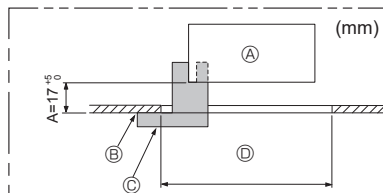

Fig. 3-7
- Βεβαιωθείτε ότι το βήμα Α εκτελείται μέσα στα όρια των 17-22 mm. Εάν δεν τηρούνται αυτά τα όρια υπάρχει κίνδυνος πτώσης. (Fig. 3-7)